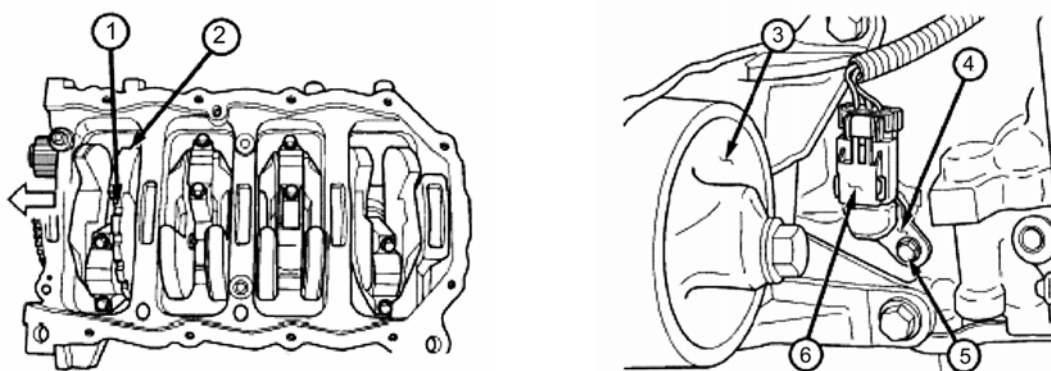

Рис. 6. Местоположение датчика положения коленчатого вала:
Датчик положения коленчатого вала устанавливается в правой задней части блока цилиндров (рис. 6). Он помещен и закреплен болтом в обработанном на станке отверстии.
1. отсоедините электрический разъем датчика 6 (рис. 6);